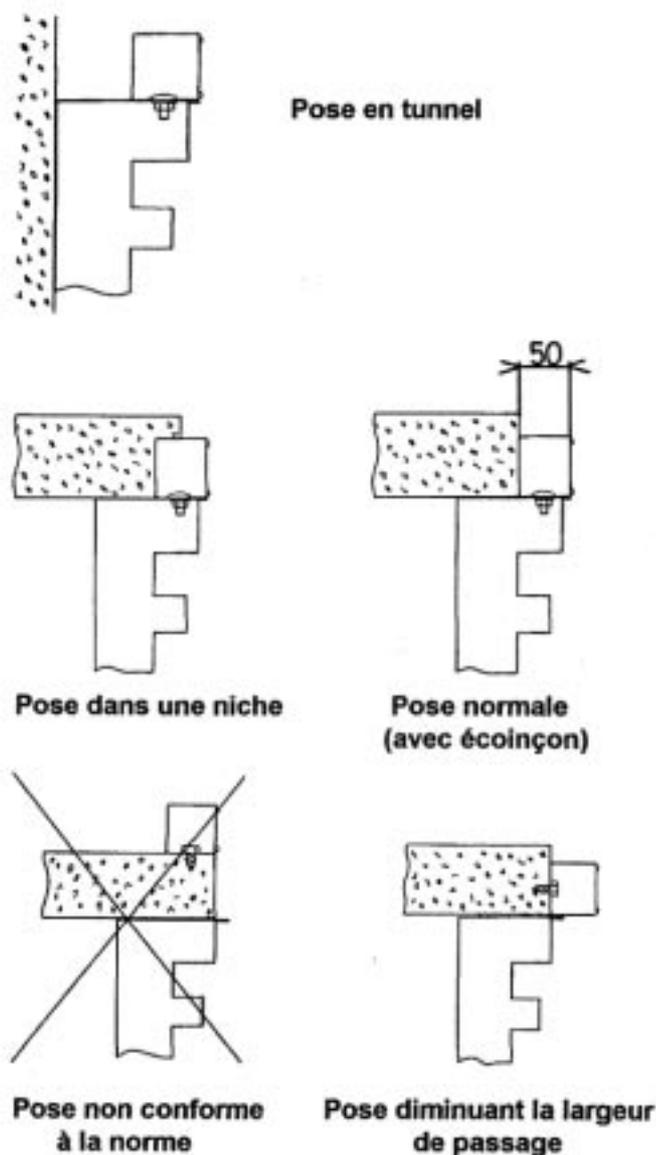
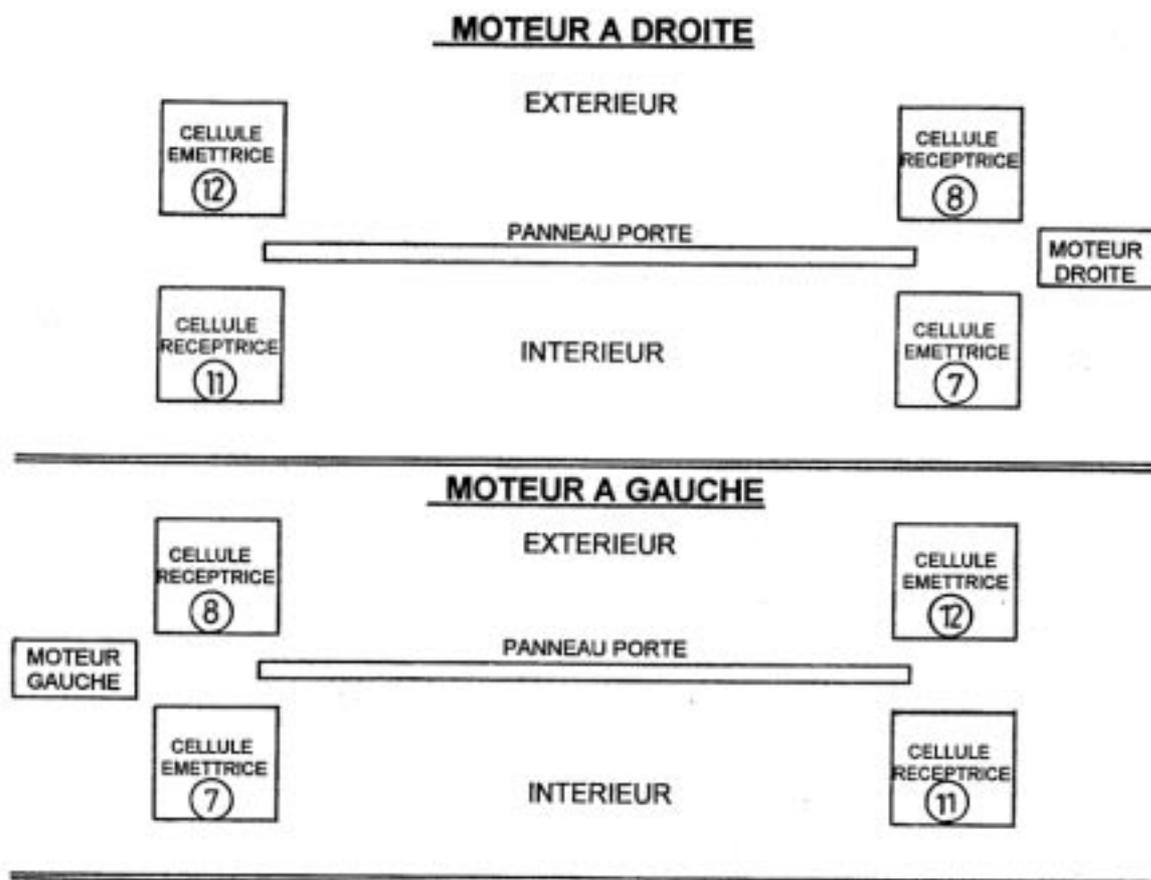

FIGURE 22
Figure 24
- 13) Fixer les boîtiers cellules (38) en fonction du côté de la motorisation FIG 24, sur le capot contrepois (cellules intérieures), à l'aide de 2 vis TRCC 5 x16 (61), et avec 2 vis TRCC 8x12 (49) pour les cellules extérieures (dans le cas où le débord de l'huissérie est suffisant ou si une niche a été prévue dans le tableau sinon cheviller au fond du boîtier) . Voir les différentes implantations FIG 22.
- 14) Passer les cellules dans les différents trous prévus à cet effet dans les piles, FIG 23, en prenant bien soin de respecter le côté des cellules émettrice (gaine grise) et réceptrices (gaine noire), FIG 24 et le N° des cellules suivant le schéma des faisceaux page 31. Ne pas oublier les passe-fils caoutchouc.